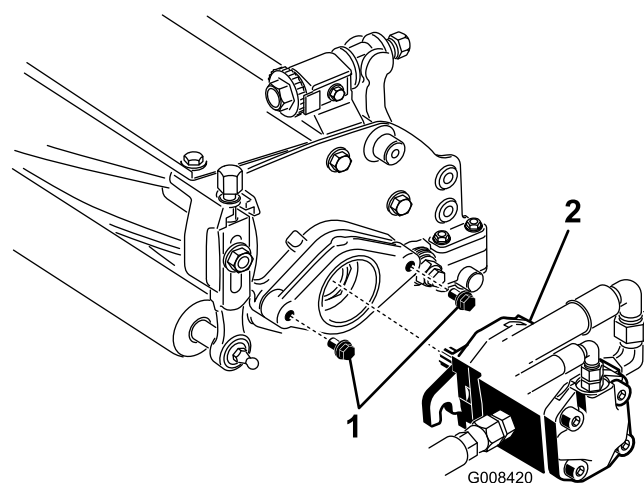

図 12
る。各取り付けねじについて、ねじ山が13 mm程度突き出るようにする（図 12）。
10. リールモータのシャフトのスプライン部にグリスを塗布する。モータを取り付け穴に正対させ、時計方向にひねってスタッドを一回かわし、次に左回りにひねって、キャップスクリューにフランジをしっかりと掛ける（図 12）。
11. 取り付けボルトを締め付ける。（図 12）。